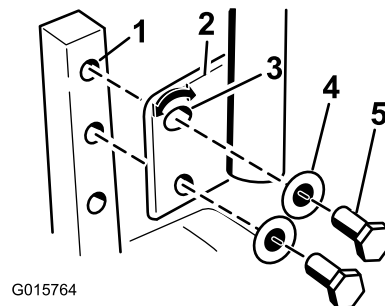

Figure 30
1. Enlevez les 2 boulons et les 2 rondelles qui fixent le levier de commande à l'arbre du bras de commande (Figure 30).
2. Placez le levier de commande dans les trous suivants. Fixez le levier avec les 2 boulons et les 2 rondelles (Figure 30).